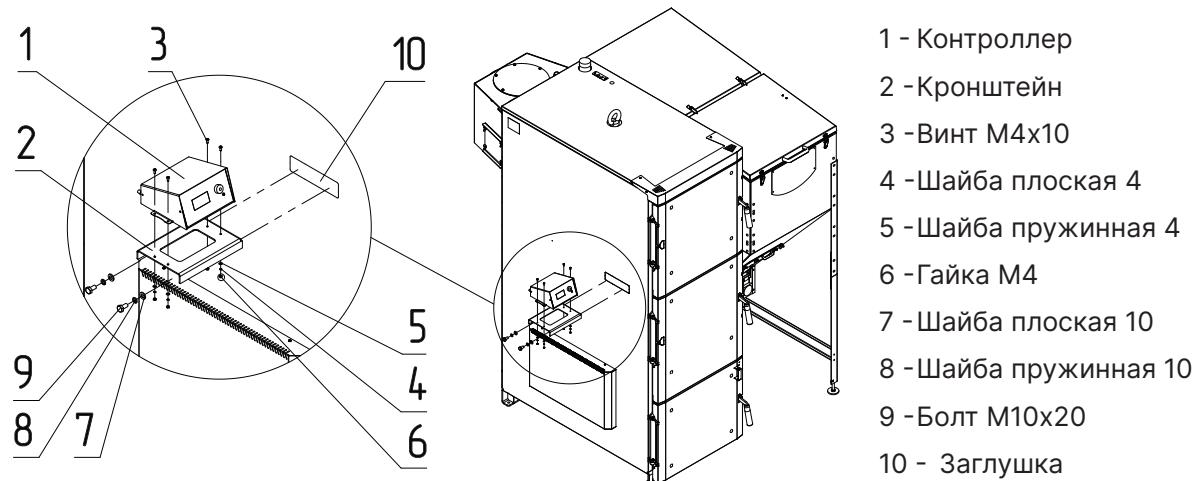
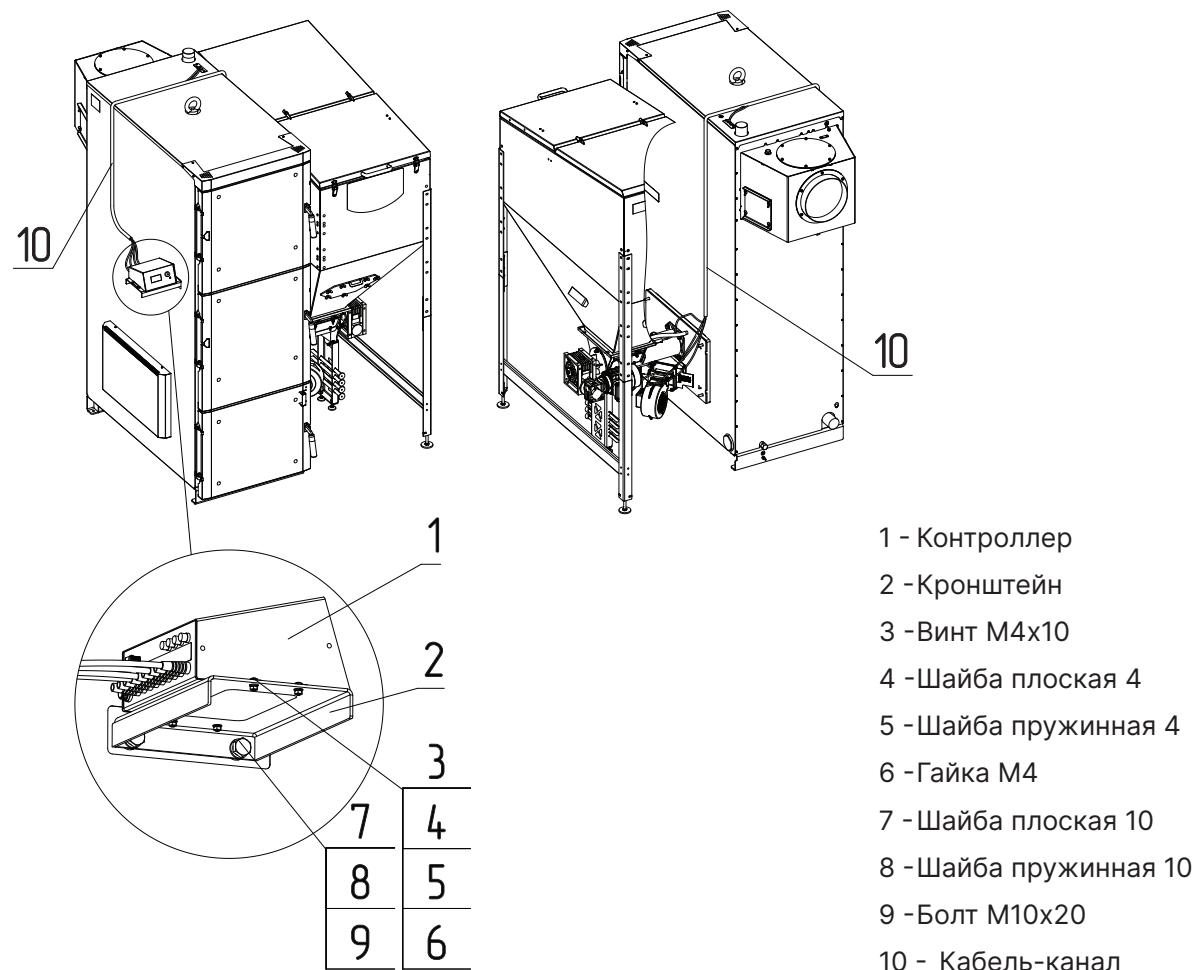

Рис.14 Монтаж контроллера для котлов от 80 кВт
Рис.15 Монтаж контроллера для котлов от 80 кВт
1. Удалите заглушку (**Рис.14, поз.10**);
2. Установите кронштейн с помощью крепежного комплекта (**Рис.14, поз.7, 8, 9**) на втулки с резьбой;
3. Установите контроллер (**Рис.14, поз.1**) на кронштейн и закрепите его с помощью комплекта крепежей (**Рис.14, поз.3, 4, 5, 6**);
4. Закрепите кабель-канал (**Рис.14, поз.10**), используя отверстие крепления кабелей на корпусе котла в соответствие с **Рис.15**.